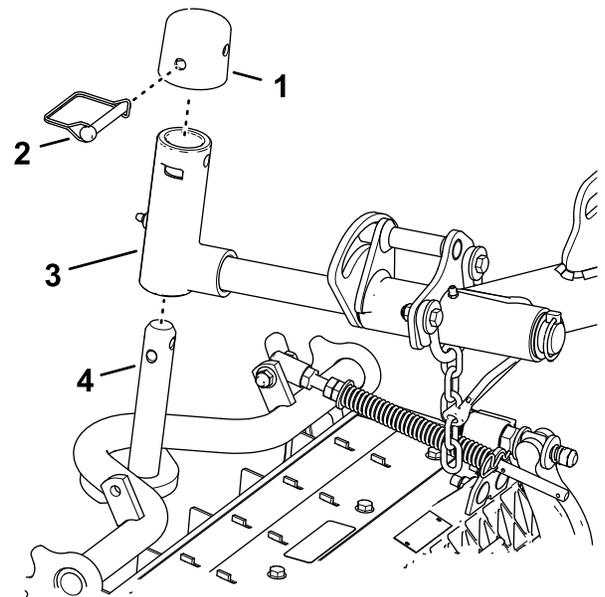

图 17
1. 将滚刀组滑到提升臂下方图 17。
锁定用于在山坡上剪草的滚刀组枢轴——锁定滚刀组枢轴以防止滚刀组在坡面上剪草时向下坡方向旋转。使用轴轭图 17 上的孔锁定滚刀组。将槽用于可偏转的滚刀组。